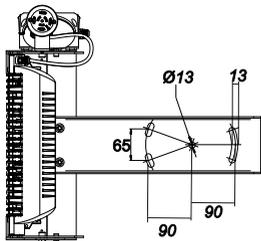

рис. 1
максимальным 88 (9) Н.м (кгс.м) в соответствии с чертежом (рис.1).